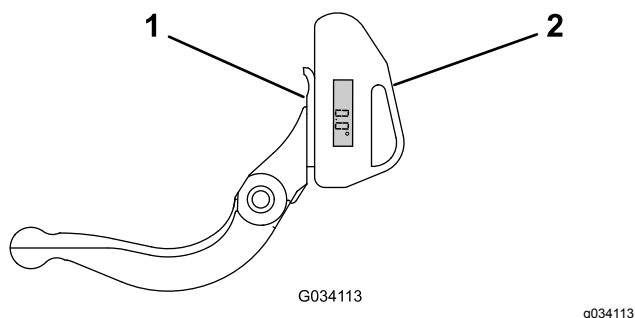

Figura 35
1. Posizionate il goniometro sul lato inferiore della controlama, come illustrato nella Figura 35.